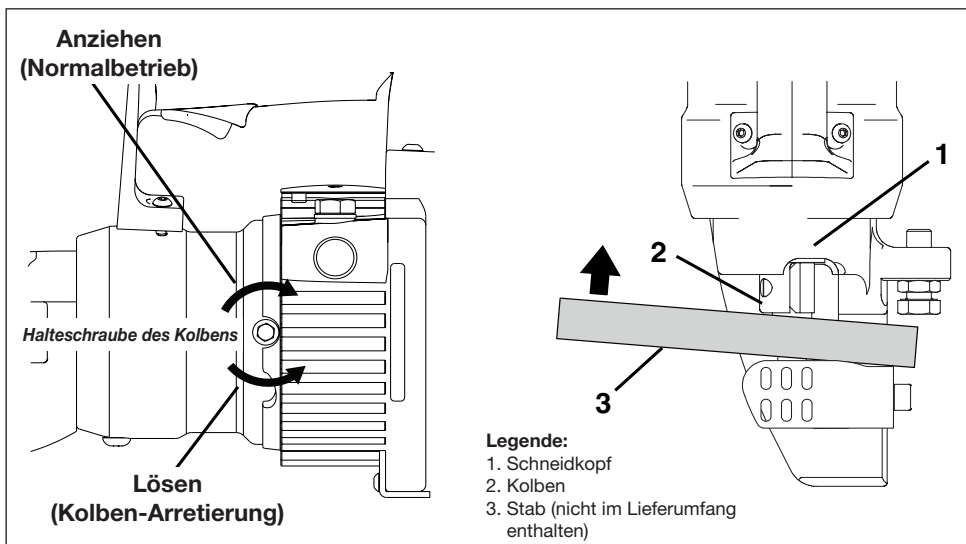

Abbildung 11, Manuelles Einfahren des Kolbens
Siehe die folgenden Schritte. Siehe Abbildung 11:
4. Verwenden Sie einen starren Metallstab, um den Kolben manuell in das Schneidgerät zu drücken, bis dieser in die Ausgangsposition zurückgekehrt ist. Siehe Abbildung 11, Punkt 3. Damit sollten sich Schmutz oder sonstige Materialien lösen lassen, die verhindern, dass der Kolben im Normalbetrieb einfahren kann.
8. Reinigen Sie den freiliegenden Bereich des Kolbens. Entfernen Sie in diesem Bereich Späne, Splitter oder Schmutz. Siehe Abbildung 11, Element 1.